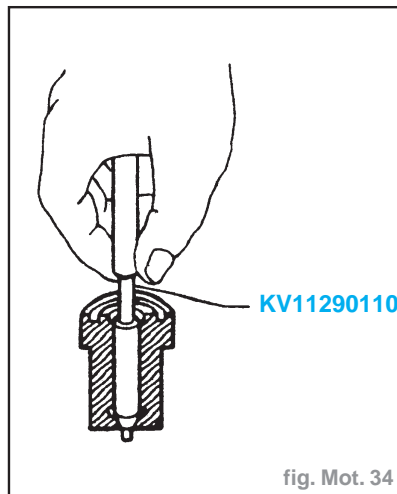

fig. Mot. 34
- Nettoyer l'orifice d'injection à l'aide de l'outil spécial (fig. Mot. 34).